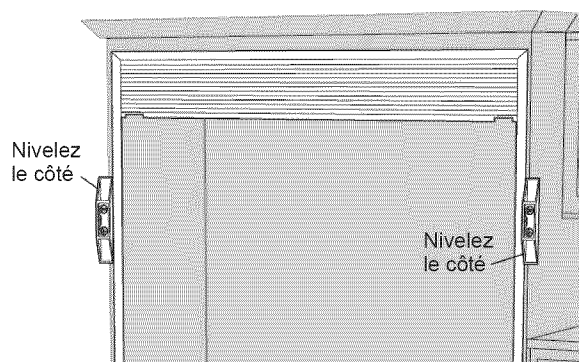

Figure 11
- Utilisez un niveau de charpentier pour vérifier la verticalité de chaque côté. Utilisez des cales au besoin (les cales ne sont pas incluses). Ensuite, fixez les parties supérieure et inférieure de chaque garniture latérale aux armoires à l'aide de deux vis de montage (M) de 3/4 po. Reportez-vous à la figure 11.